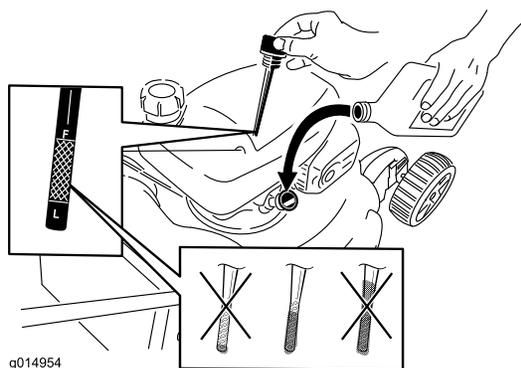

Рисунок 6
1. Извлеките масломерный щуп (Рисунок 6).
2. **Медленно** заливайте масло в маслозаливной патрубок до тех пор, пока уровень масла не достигнет отметки **Full (ЗАПОЛНЕНО)** на масломерном щупе (Рисунок 6). **Не допускайте переполнения картера.** (Макс. объем масла: